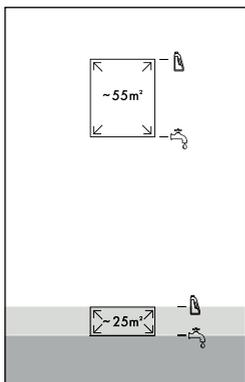

Fig. 8
- ◆ Hæld vand fra hanen eller destilleret vand i brugsvandsbeholderen **11** op til den første niveau-markering  til mindre arealer  (op til 25 m²) (se fig. 8).
- ◆ Hæld rengøringsmiddel i brugsvandsbeholderen **11** op til den anden niveau-markering  til mindre arealer  (op til 25 m²) (se fig. 8).